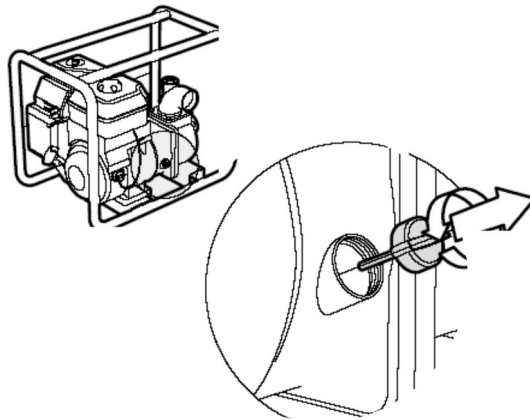

FIG. 9 — Bouchon de vidange de la pompe
Après le travail, en cas de risque de gel ou si la pompe doit être rangée, vidangez-la par le bouchon de vidange (FIG. 9).
- 2) Pour vidanger la pompe, retirez le bouchon de vidange situé en bas du corps de pompe, laissez s'écouler l'eau et remettez-le en place avec son joint (FIG. 9).